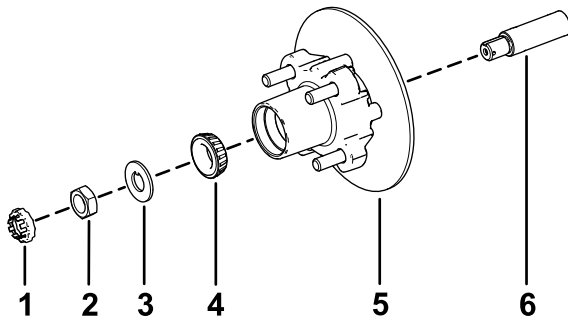

Bild 36
1. Fetten Sie die Spindel leicht mit der angegebenen Fettsorte ein (**Bild 36**).
2. Montieren Sie die Radnabe und den Drehzylinder an der Spindel mit dem Drehzylinder innen (**Bild 36**).
3. Montieren Sie das Außenlager an der Spindel und setzen das Lager auf den äußeren Lagerring (**Bild 36**).
4. Legen Sie die Nasenscheibe auf die Spindel (**Bild 36**).
5. Schrauben Sie die Spindelmutter auf die Spindel und ziehen Sie die Mutter auf ein Drehmoment von 15 N·m an, während Sie die Radnabe drehen um das Lager zu fixieren (**Bild 36**).
2. Fluchten Sie die Bremsbeläge mit jeder Seite des Drehzylinders (**Bild 32**) und die Löcher in der Bremsbackenhalterung mit den Löchern im Bremsenhalter des Spindelrahmens aus (**Bild 36**).